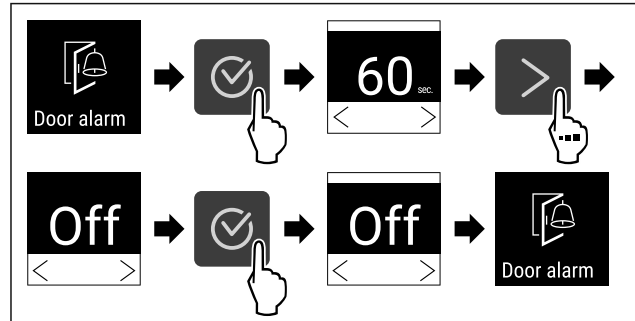

Fig. 96
- ▶ Выполните шаги действия (см. Fig. 96) .